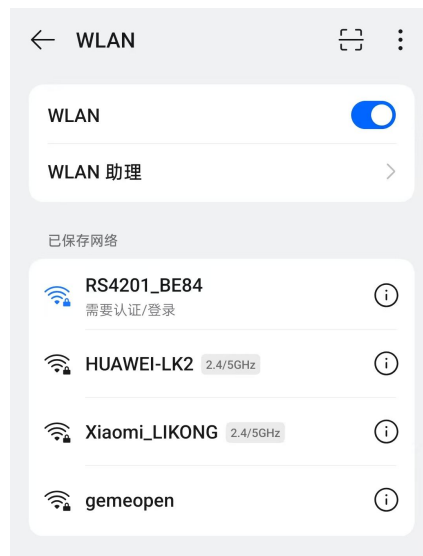

图 6.2
1、给集线器通电后会自动开启一个名为“RS4201_XXXX”的 WIFI 热点，如图 6.2。此热点 30 分钟后会自动关闭，务必在 30 分钟内完成所有配置。